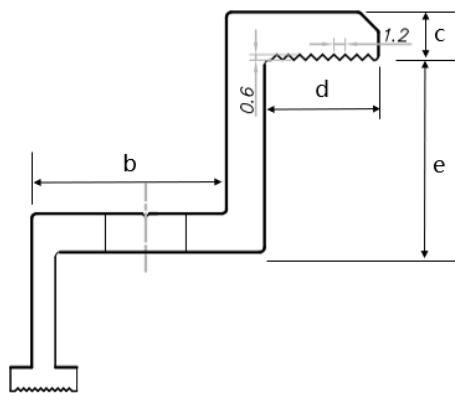

图 8 边压块横截面示意图
⑦ 为防止安装组件后脱框，建议选择边缘安装压块和中间安装压块与边框 A 面接触面均带有花纹槽结构的压块，花纹槽结构建议数量为 9 个左右，相邻花纹槽距离建议 1.2mm 左右，花纹槽深度建议 0.6mm 左右，如图 8 所示。